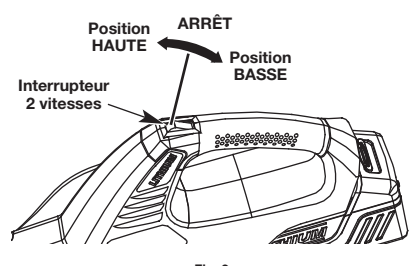

Fig. 3
2. Appuyez sur l'interrupteur pour sélectionner la position HAUTE ou BASSE (Fig. 3).
1. Appuyez sur l'interrupteur pour sélectionner la position ARRÊT (Fig. 3).